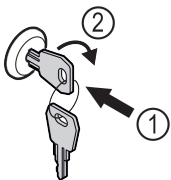

Fig. 156 Зображення для прикладу
- ▶ Вдавити ключ Fig. 156 (1).
- ▶ Повернути ключ на 90° за годинниковою стрілкою Fig. 156 (2).